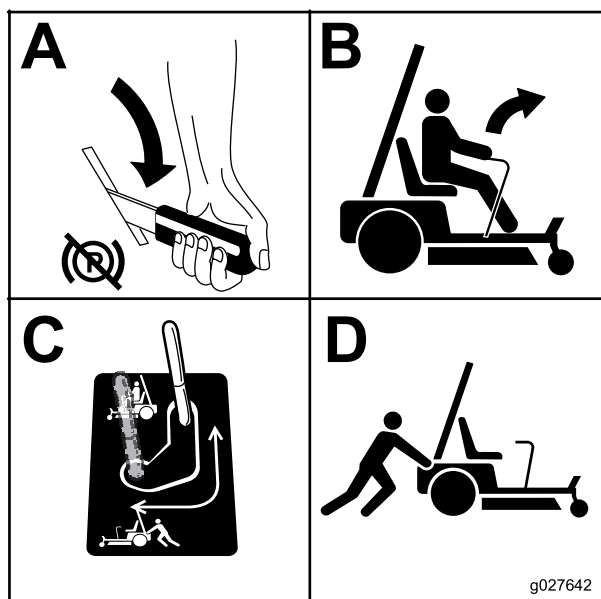

Figure 27
- Répétez cette procédure de chaque côté de la machine (Figure 27).
4. Placez la dérivation à la position voulue pour utiliser la machine (Figure 27) et engager les moteurs des roues.